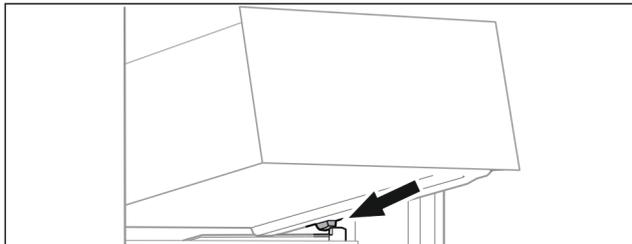

Fig. 55
- ▶ Schubfach schräg hinter den Stoppern auf Behälterrippe aufsetzen. (siehe Fig. 55)